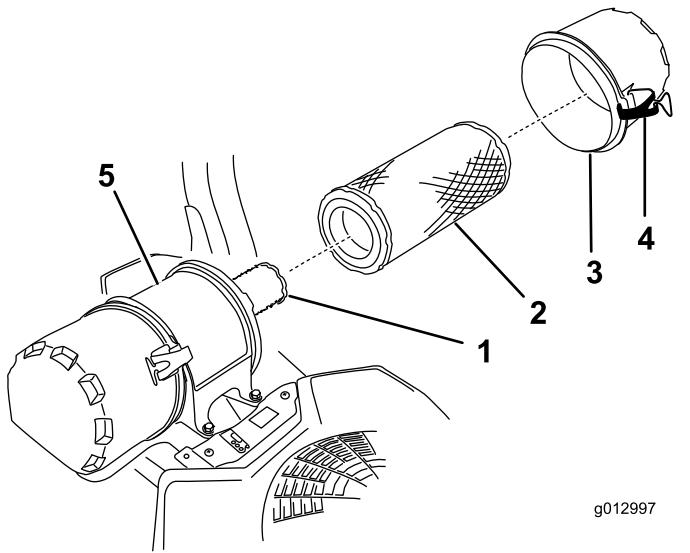

Figure 46
6. Ouvrez les dispositifs de verrouillage du filtre à air et détachez le couvercle du boîtier du filtre (Figure 46).
8. Sortez le préfiltre du boîtier du filtre avec précaution (Figure 46).
2. Si vous remplacez l'élément intérieur, insérez-le avec précaution dans le boîtier du filtre (Figure 46).
3. Placez ensuite le préfiltre sur l'élément intérieur avec le même soin (Figure 46).
4. Remettez en place et verrouillez le couvercle du filtre à air (Figure 46).